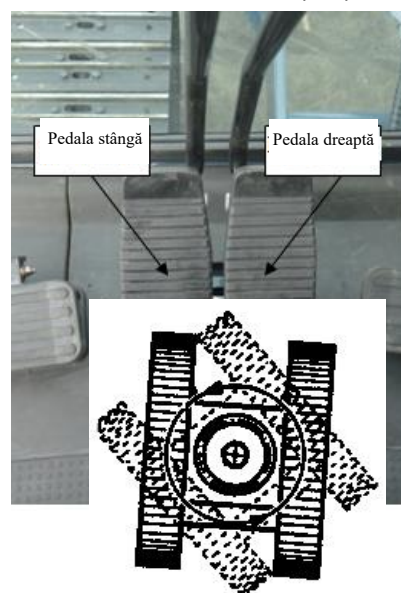

FIG. 4.4.2
(2) Deplasare în marșarier în linie dreaptă: Apăsați în același timp două pedale în jos.
(3) Întoarcerea pe loc
a) Viraj la dreapta (Conform FIG. 4.4.2): Apăsați pedala dreaptă înainte și pedala stângă în jos.